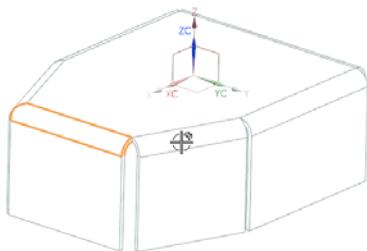

图 7-30 “封闭拐角”对话框 图 7-31 创建第2封闭拐角特征的位置 图 7-32 创建第2封闭拐角特征
(1) 选择“菜单(M)”→“插入(S)”→“拐角(O)”→“封闭拐角(C)”，或者单击“主页”选项卡“拐角”面组上的“封闭拐角”按钮，打开如图 7-30 所示“封闭拐角”对话框，选择“开放的”处理方法。